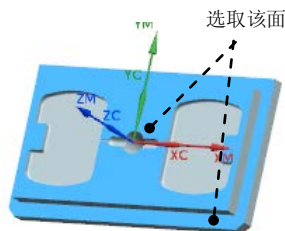

图 18.22 指定切削区域
Step1. 在 **几何体** 区域中单击“选择或编辑切削区域几何体”按钮 , 选取图 18.22 所示的面为切削区域。